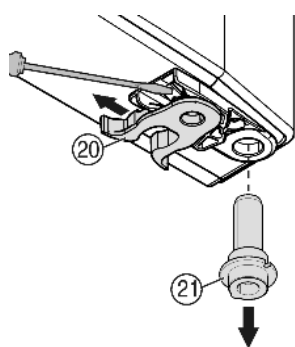

Fig. 9
- ▶ Prestavljanje vzmetne sponke Fig. 9 (20): Zaskočni zapah potisnite navzdol in vzmetno sponko povlecite čez.
- ▶ Ležajni sornik Fig. 9 (21) odstranite iz puše vrat in ga skupaj s stekleno ploščo namestite na nasprotno stran. Zaskočni zapah mora biti obrnjen proti notranji strani vrat, zarez pa proti zunanji.
- ▶ Vrata spodaj zasukajte navznoter in ležajni sornik Fig. 9 (21) vstavite v ležajni podstavek. Po potrebi ležajni sornik zasučite, da se lahko zaskoči.